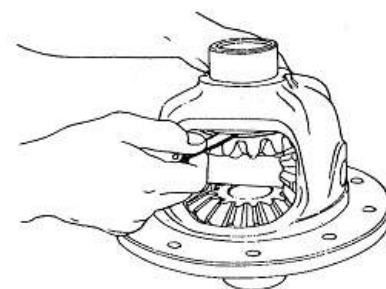

Fig. PD-16 Mesure de l'écartement
3. Régler le jeu de denture des planétaires et des satellites en sélectionnant les rondelles de butée correctes pour les planétaires. Voir figure PD-16.